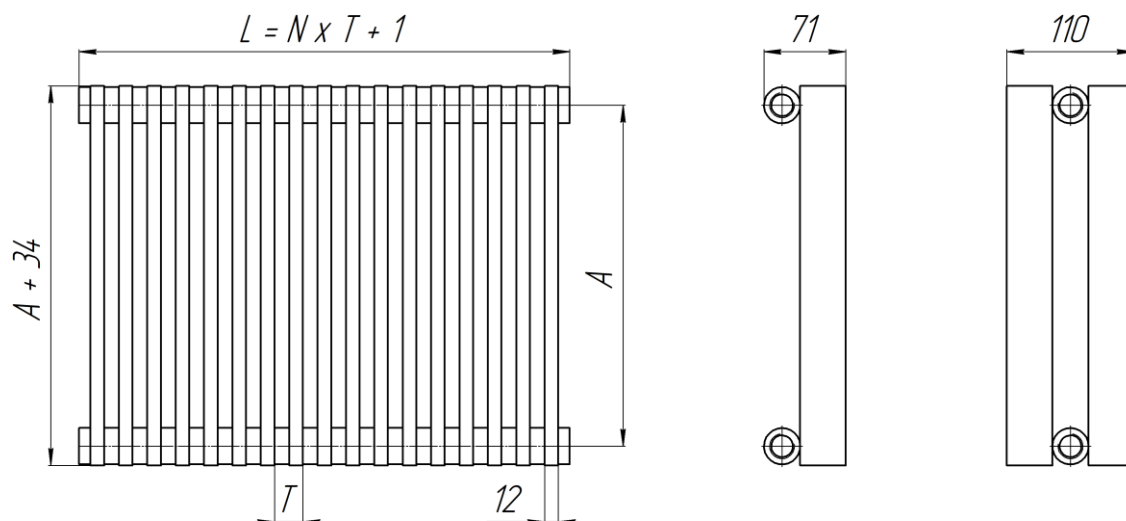

Рис.1 «Параллели В», где: А – межцентровый размер, мм; Т – шаг (Т = 25 мм); N – количество секций; L – габаритная длина, мм.
2.1. Основные размеры и параметры радиаторов приведены на рис.1 и в таблице.